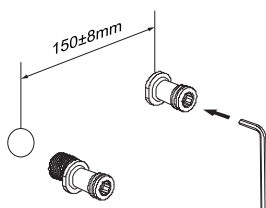

Figura 2
b) Envuelva la cinta de teflón en sentido contrario a las agujas del reloj en la rosca del extremo G1/2 del conector curvo (1), conéctelos a las salidas de agua caliente y fría con una llave. Deje una profundidad adecuada fuera de la pared y ajuste la distancia entre los 2 conectores según la anchura de la entrada en la barra de ducha termostática (Figura 2).